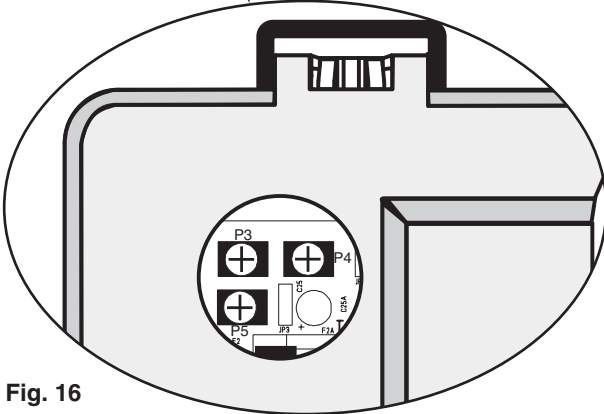

Fig. 16
**Ajuste en la tarjeta (fig. 16):**